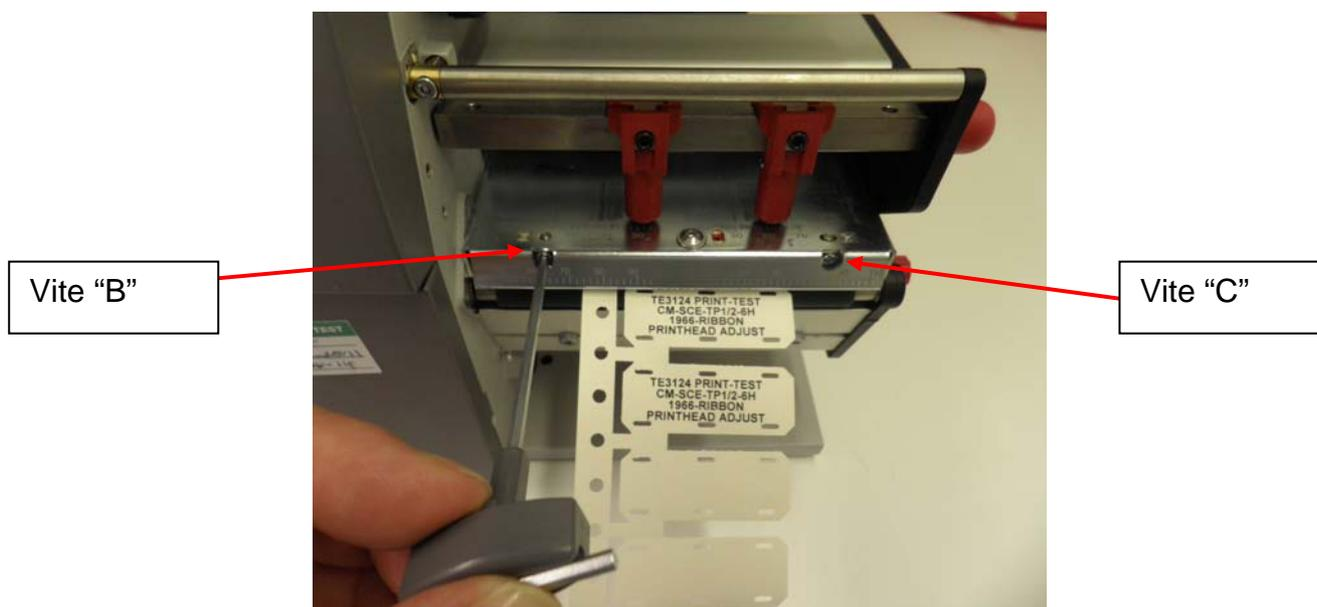

Figura 7 - Viti B e C di allineamento della testina di stampa
- 3.5.** Dopo aver allentato la vite “A”, verificare che la posizione di partenza della testina di stampa corrisponda ai segni di allineamento in posizione di default. Se la testina di stampa non si trova in posizione di default, questo indica che un altro allineamento effettuato in precedenza può aver determinato la scarsa qualità della stampa. In questo caso, si consiglia di riportare le viti di allineamento della stampa B e C (vedi Figura 7) alla regolazione di default, stringere nuovamente la vite A e ripetere la prova di stampa (operazione 3 & 3.1).
- 3.6.** Se la testina di stampa si trova in posizione di default, potrebbe essere necessario regolarla. Stringere le viti B e C in senso orario per un giro completo, vedi Figura 7), stringere nuovamente la vite A e ripetere la prova di stampa (paragrafo 3 – 3.1).
- 3.7.** Se il risultato della prova di stampa mostra un peggioramento della qualità di stampa, allentare la vite A e girare le viti B e C in senso antiorario per due giri completi, vedi Figura 7), stringere nuovamente la vite A e ripetere la prova di stampa (paragrafo 3 – 3.1).
- 3.7.1. Se il risultato della prova di stampa mostra un miglioramento della qualità di stampa, allentare la vite A e girare le viti B e C in senso antiorario per un giro completo, vedi Figura 7), stringere nuovamente la vite A e ripetere la prova di stampa (paragrafo 3 – 3.1).